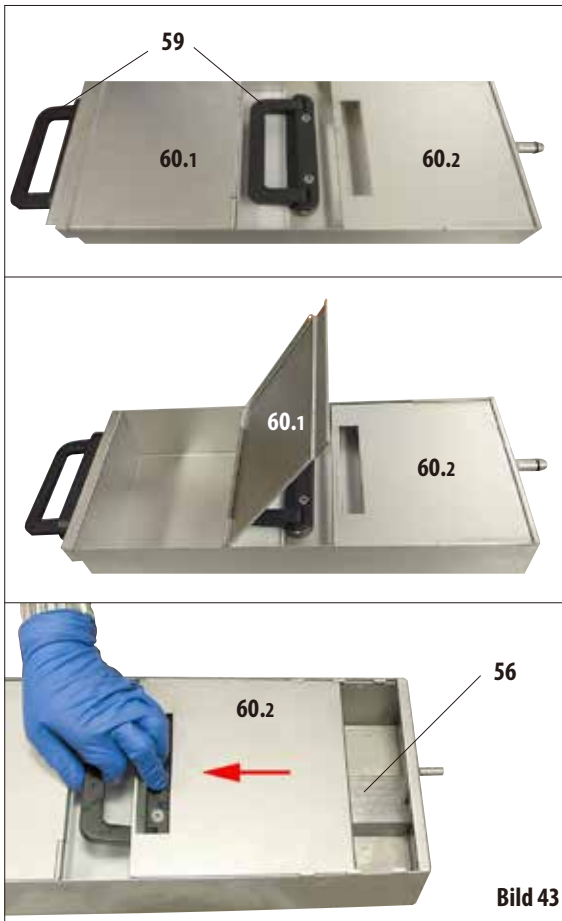

Bild 43
- Varje paraffinbad har två handtag (59) som används för att dra ut och bära badet. Två borttagbara lock (60.1 och 60.2) isolerar värmen och förhindrar att flytande paraffin stänker när badet dras ut (bild 43).
- När du drar ut ett bad kan du fälla upp det främre locket (till vänster på bilden) (60.1) (fig. 43) om du ska fylla på eller rengöra badet.
- Även det andra locket (till höger på bilden) (60.2) kan fällas upp och tas bort för rengöring (fig. 43, nedan).
- I varje paraffinbad, liksom i paraffinstationen, finns en sil (56) som förhindrar kontaminering av paraffinledningarna.